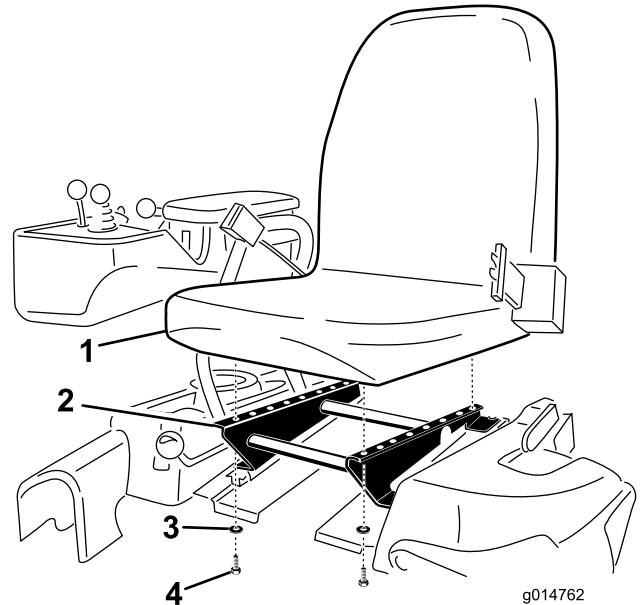

图4
3. 使用之前拆下的 4 个螺栓和垫圈将座椅固定到座椅底座上（图4）。